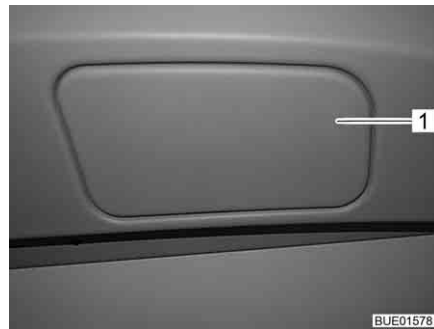
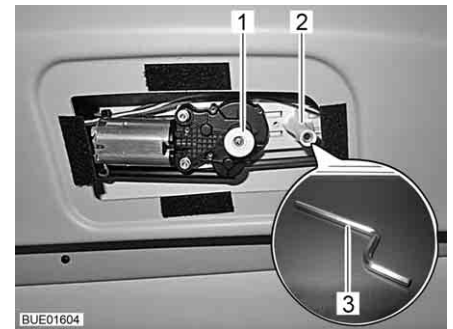

Bild 108 Kåpa över nödfrigöring
Bild 109 Nödfrigöring av vindrutans mörkläggningsgardin
- Ta bort kåpan (Bild 108,1) till nödfrigöringen i förarhyttens tak med ett lämpligt föremål (t. ex. ett mynt).
- Stick in den medföljande sexkantsnyckeln (Bild 109,3) långa del i urtaget (Bild 109,2).
- Tryck ned knappen (Bild 109,1).
- Dra ut knappen (Bild 109,1) och sätt på kåpan (Bild 108,1).